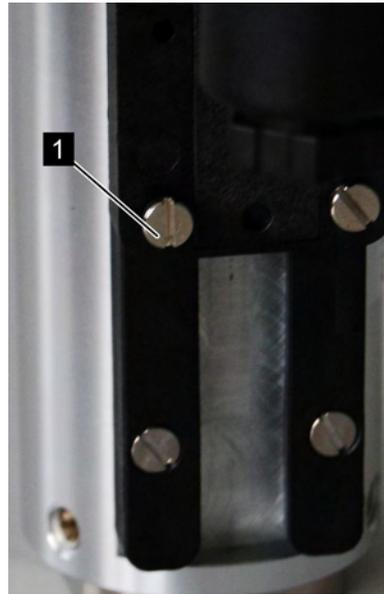

Abb. 31: Feststellschrauben lösen
2. ➤ Die Feststellschrauben des Schaltkontaktes (Abb. 31/1) mit einem Schlitzschraubendreher lösen
6. ➤ Feststellschrauben des Schaltkontaktes (Abb. 31/1) mit einem Schlitzschraubendreher wieder anziehen. Dabei Schrauben-Anziehdrehmoment beachten.